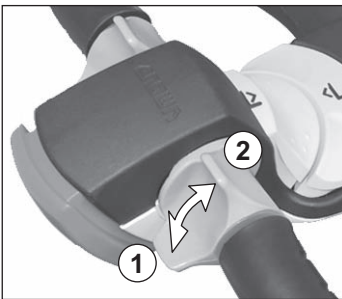

Fig. 27 Kørekontakt
1. For at kunne køre med gaflerne fremadvendt eller bagudvendt, skal du trykke på kørekontakten som vist på fig 27.